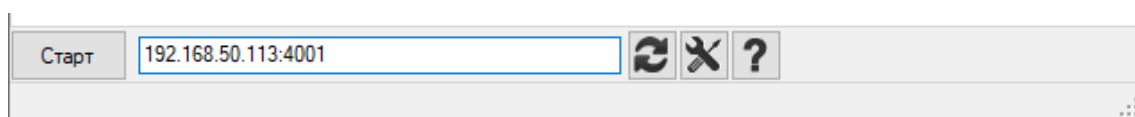

Рисунок 2.8. Указание IP-адреса и TCP-порта
- Client socket – подключение на один из клиентских сокетов ЭНИП-2; в конфигурации ЭНИП-2 должен быть настроен TCP-клиент с протоколом Modbus RTU; настройка ЭНИП-2 производится в ПО «ES Конфигуратор», подробнее в ЭНИП.411187.002 ПО; для подключения необходимо вручную ввести IP-адрес и TCP порт (рис. 2.8);
- RS-485 (GPRS / 3G / LAN) – подключение через роутер, к которому ЭНИП-2 подключен по RS-485; необходимо указать в настройках адрес ЭНИП-2 на последовательном порту и задать дополнительный таймаут в несколько секунд; для подключения необходимо вручную ввести IP-адрес и TCP порт (рис. 2.8).